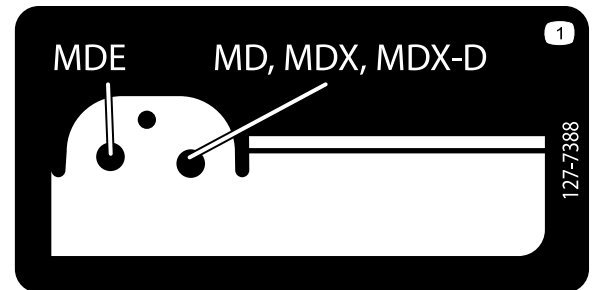

Figura 23
6. Determine en qué taladro de los soportes de elevación interior y exterior se encuentra el pasador de la varilla del actuador de elevación en su modelo de máquina; consulte la pegatina situada en el soporte interior (Figura 23).